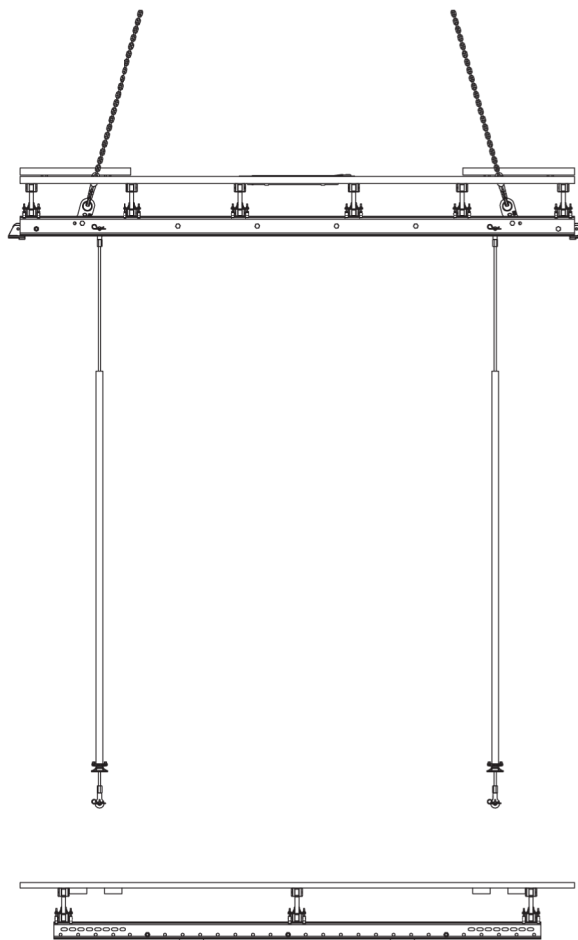

Fig. D1.03
2. Smontare la passerella inferiore. (Fig. D1.03)